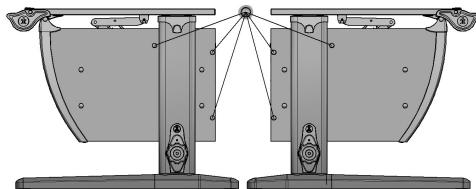

Рис. 22
5.1. Установить заглушки конфирматы (поз. 5, пакет № 29) согласно рис. 22; 23.